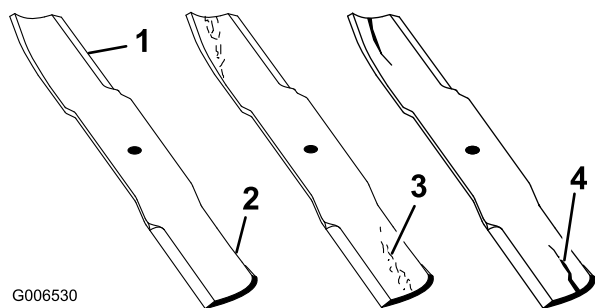

Figura 76
1. Inspeccione los filos de corte (Figura 76). Si los bordes no están afilados o tienen muescas, retire las cuchillas y afílelas. Consulte Afilado de las cuchillas.
2. Inspeccione las cuchillas, especialmente la parte curva. Si observa fisuras, desgaste o la formación de una ranura en esta zona, instale de inmediato una cuchilla nueva (Figura 76).